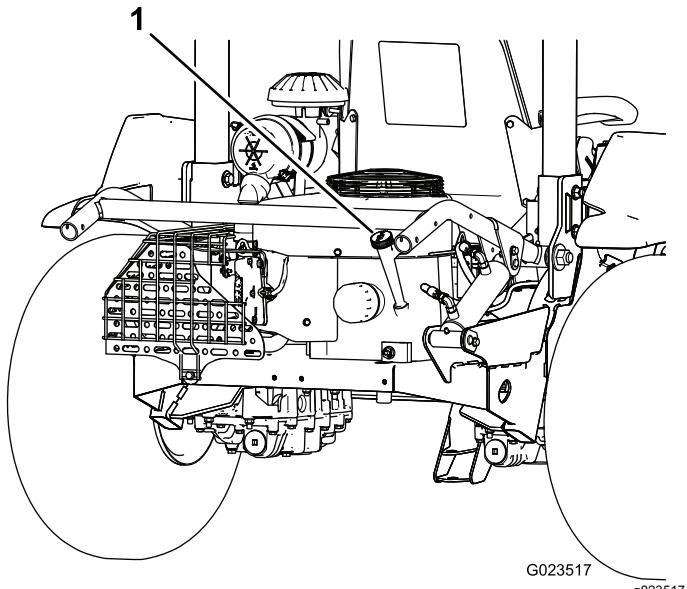
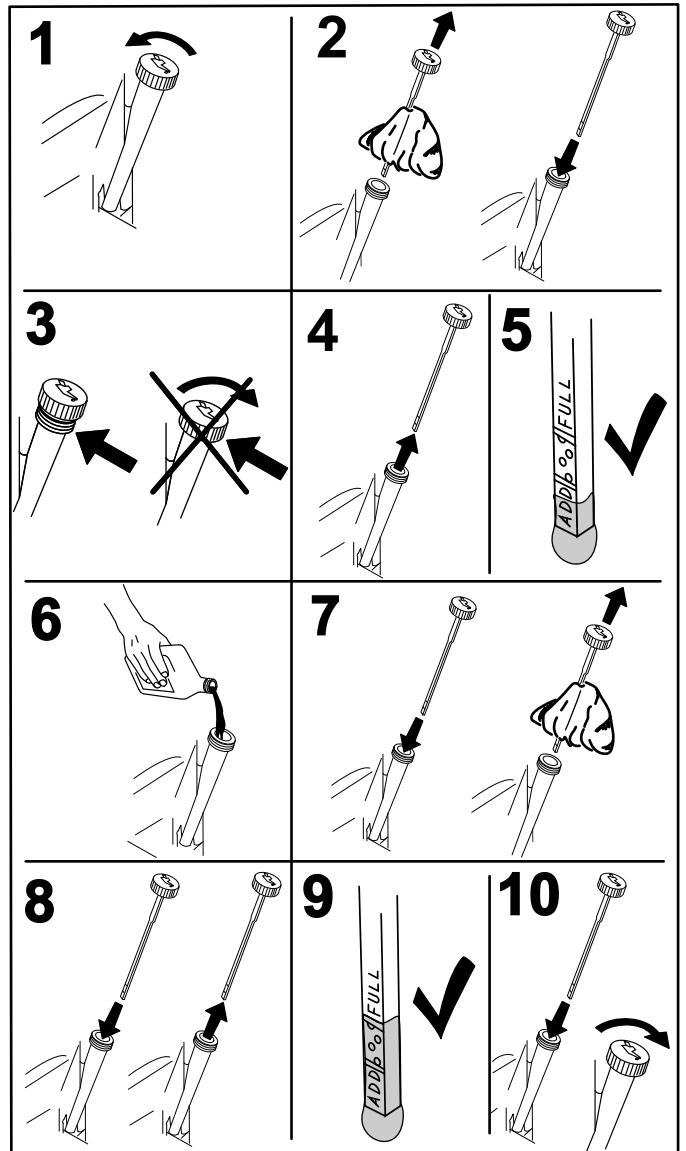

Bild 33
Bild 34
2. Nehmen Sie den Peilstab (Bild 33) heraus und wischen Sie ihn mit einem sauberen Lappen ab (Bild 34).